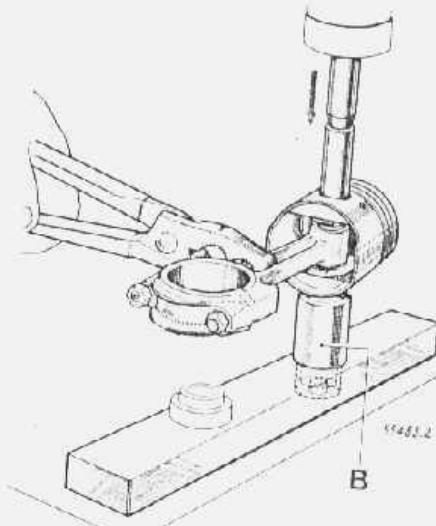

fig. 22 — prensagem do pino do êmbolo na biela .
5. Colocar com um alicate todo o conjunto sobre a luva (B) da base de montagem (fig. 22) assegurando-se que a superfície plana do êmbolo está apoiada sobre o ressalto da luva (B).
6. Acionar a prensa até o pino centralizador (2) encostar no fundo da luva de colocação (B).